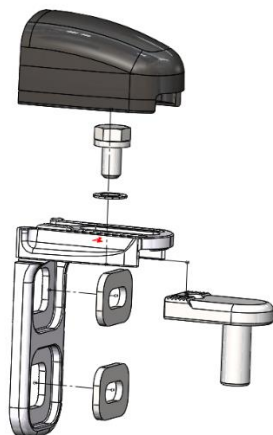

Figure 22
- a) Assembler le gond (**Figure 22**) sans le capot et sans serrer l'écrou de blocage pour que le pivot coulisse librement. Le positionner sur le montant. (Figure 13)